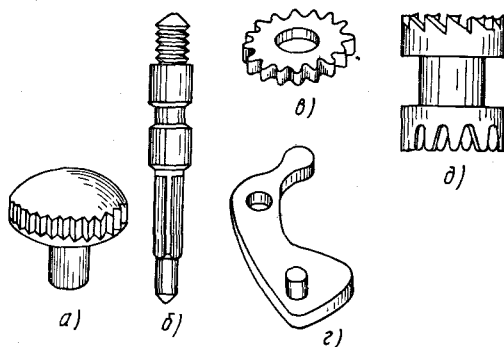

Рис. 32. Детали механизма перевода стрелок:
*Переводная головка* (рис. 32, а) по окружности имеет зубчатую накатку для удобства перевода стрелок. Она изготавливается из того же материала, что и корпус (латунь, сталь), и имеет одинаковое с ним покрытие. Соединение ее с переводным валом осуществляется при помощи резьбы.
*Переводной вал* (рис. 32, б) имеет сложную форму и изготавливается из стали. В проточку цилиндрической части переводного вала входит переводной рычаг.
*Переводное колесо* (рис. 32, в) устанавливают на колонке платины. В платине сделаны специальные выступы для уменьшения трения переводного колеса о платину. По наружному диаметру колесо имеет модульные зубья. Изготавливают переводные колеса обычно из стали с последующей термической обработкой.
*Переводной рычаг* (рис. 32, г) устанавливается на ось переводного рычага, а конец его находится в проточке переводного вала. Ось переводного рычага прижата к платине и может при нажатии перемещаться, выводя переводной рычаг из проточки переводного вала.
*Муфта кулачковая* (рис. 32, д) может свободно перемещаться вдоль переводного вала. Фиксация ее на валу осуществляется при помощи квадратного отверстия. Расположенными по диаметру зубьями она передает вращение от переводного вала к переводному колесу.